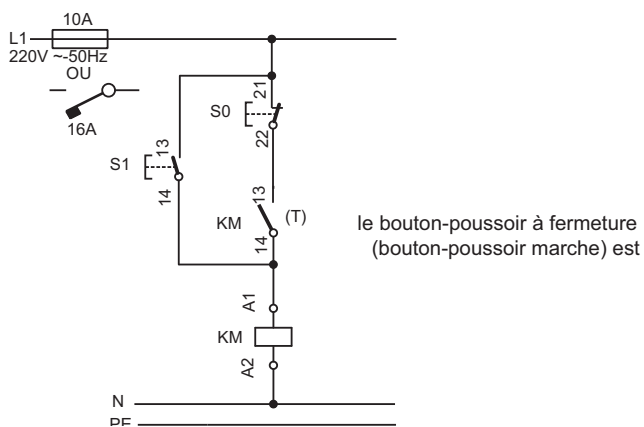

Figure VI.32 – Montage à marche prédominante
- Lorsque l'on appuie en même temps sur les boutons poussoirs arrêt (**S0**) et marche (**S1**), la bobine ne s'excite pas : on dit alors que le fonctionnement est à arrêt prioritaire ou prédominant : c'est le montage le plus utilisé. Si l'on désire avoir un fonctionnement contraire, c'est à dire à marche prioritaire, on utilise le Schéma de principe de la Figure VI.32.